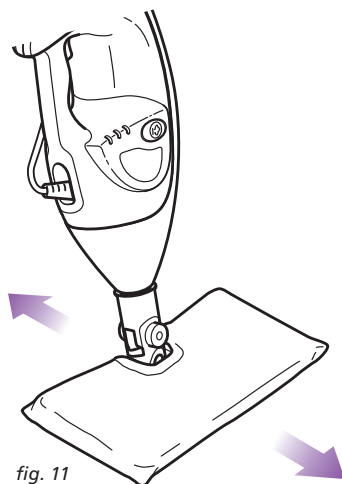

fig. 11
- 4 Nettoyez vos planchers avec un mouvement de va et vient. (fig. 11)